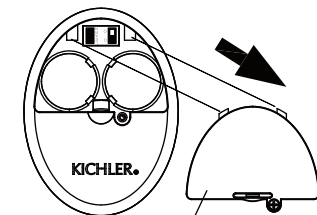

Fig. 27
Étape 2. À l'aide d'un tournevis, retirez le couvercle de la batterie du combiné et conservez la vis pour une utilisation ultérieure. (Fig. 27)